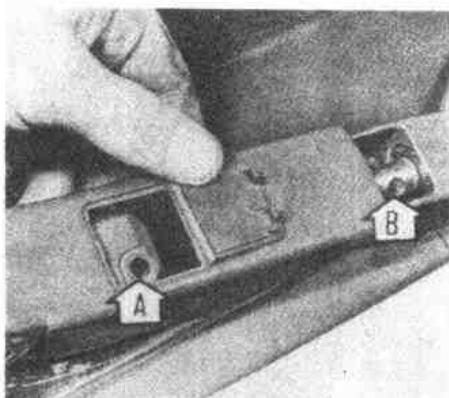

图 5-1-1
(1) 用改锥撬开雨刮臂固定螺栓口盖，拆下雨刮臂固定螺栓，然后从驱动机构拆下雨刮臂。
(2) 把雨刮臂安装到驱动机构上，并按图5-1-1所示，按下雨刮臂直到雨刮臂螺栓孔A与槽B在一条直线上为止；
(3) 装上固定螺栓并拧紧，然后关闭口盖。